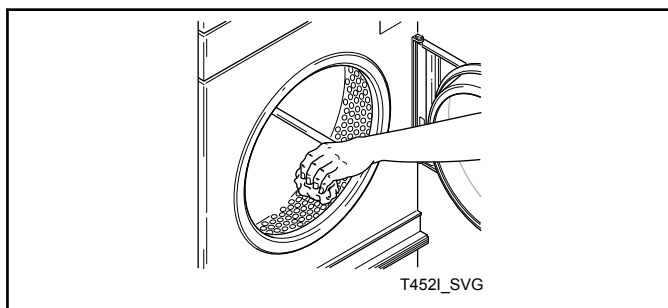

Figura 13
10. Limpe o tambor utilizando um detergente ou produto de limpeza multiusos e água. Consulte a *Figura 13*.